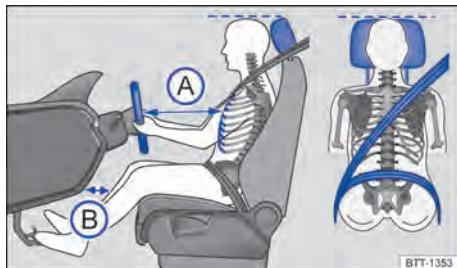

Fig. 21 Distância correta do condutor em relação ao volante, posição correta do cinto de segurança e ajuste correto do apoio para cabeça.
- Ajustar o banco de modo que a distância entre o volante e o tórax tenha no mínimo 25 cm → Fig. 21 (A) e que o condutor possa segurar o volante pela borda externa com as duas mãos e os braços ligeiramente dobrados.
- Ajustar o banco do condutor na direção longitudinal de modo que os pedais possam ser acionados com as pernas ligeiramente arqueadas e a distância para o painel de instrumentos na área do joelho seja de, no mínimo, 10 cm → Fig. 21 (B).
- Ajustar o apoio para cabeça de modo que a sua borda superior se encontre preferencialmente na mesma linha da parte superior da cabeça → Fig. 21 – porém não abaixo da altura dos olhos. Posicionar a parte posterior da cabeça o mais perto possível do apoio para cabeça.